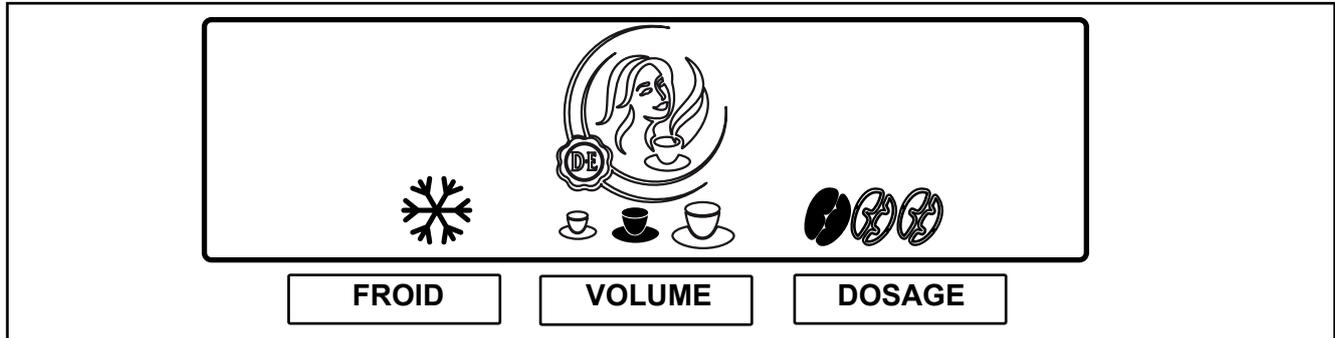

Fig. 15
Votre distributeur est équipé de possibilités de présélection. Il se pourrait que le technicien du service après-vente ait activé une de ces possibilités de présélection lors de l'installation. L'actionnement des touches de présélection lance l'affichage des possibilités de présélection ci-après (fig. 15) :
2. Appuyez sur la touche de présélection «FROID» pour activer ce choix. Le pictogramme pour «FROID» s'affiche (fig. 15).
2. Appuyez sur la touche de présélection «VOLUME» pour activer ce choix. L'affichage affiche trois tasses (petite - moyenne - grande) (fig. 15).